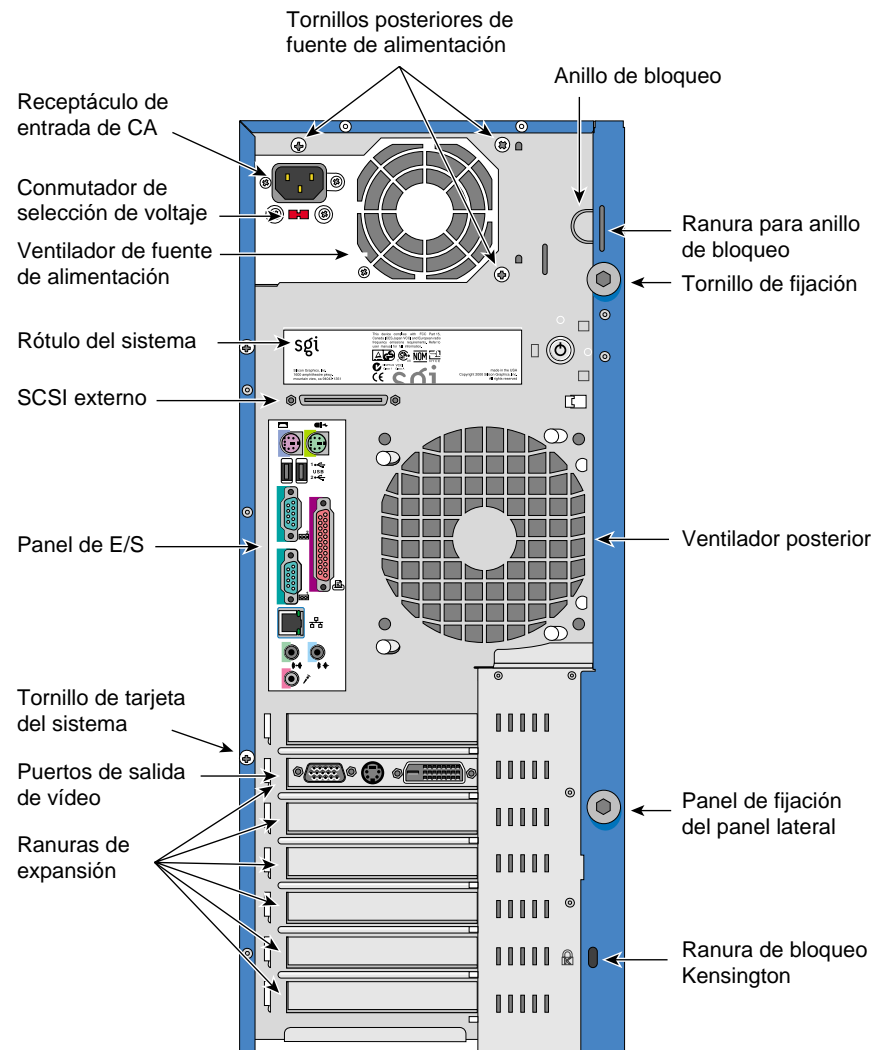
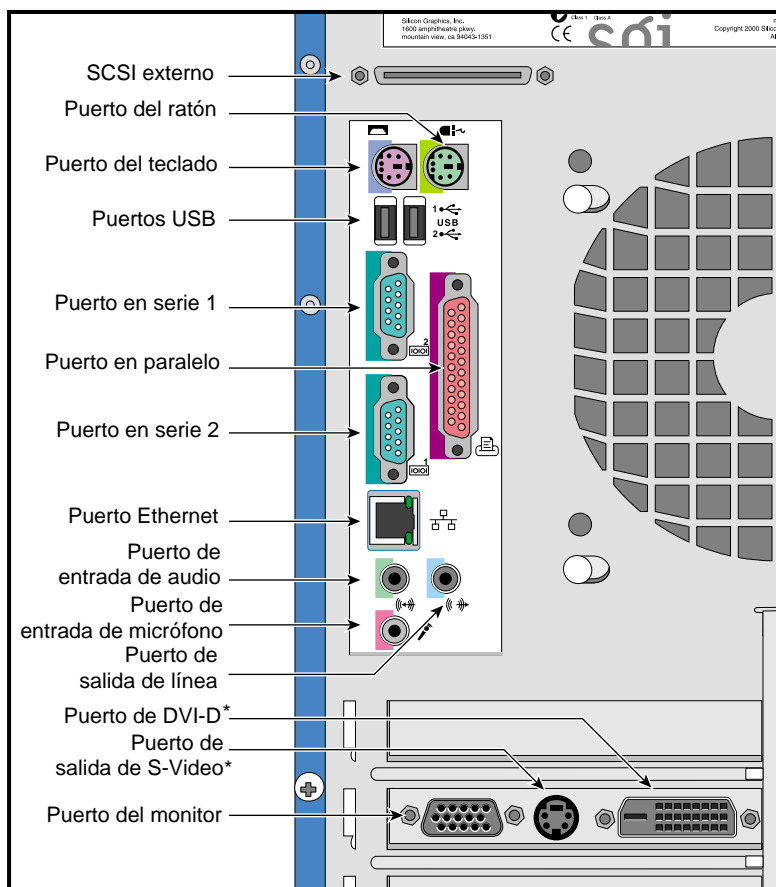

Figura 1-2 Panel posterior
Figura 1-3 Puertos de E/S
Como se muestra en la Figura 1-2, el panel posterior incluye el receptáculo de entrada de CA, los ventiladores posteriores del sistema, seis ranuras de expansión y el panel de E/S. Este panel se muestra en la Figura 1-3.
- La tarjeta del sistema se monta en paralelo al panel derecho utilizando un sistema de montaje de un tornillo (consulte la posición del tornillo de la tarjeta del sistema en la Figura 1-2). Consulte la descripción de la tarjeta del sistema y sus componentes en el Capítulo 3.